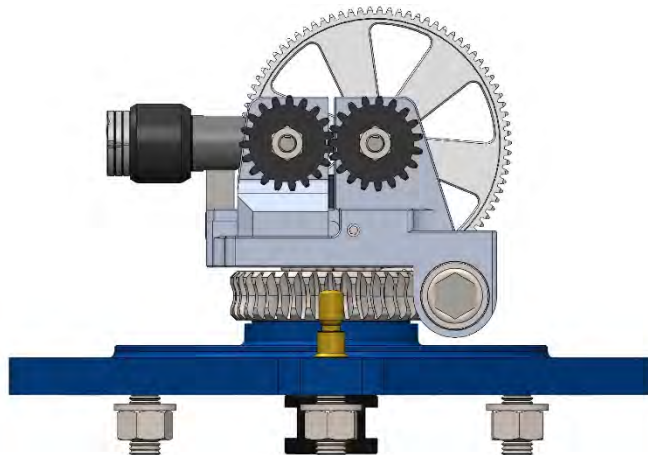

Figura 19
1. Rimuovere la copertura o aprire le protezioni laterali, come spiegato nei capitoli precedenti. Figura 19;